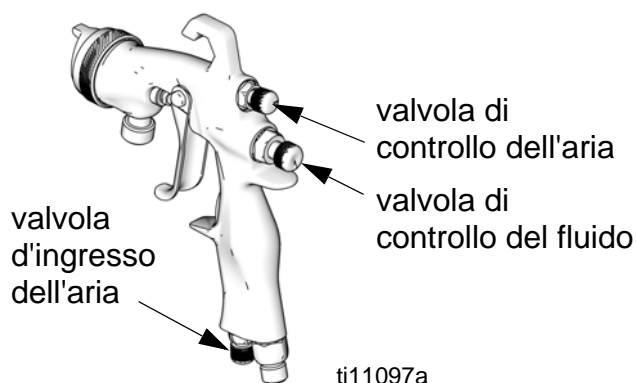

FIG. 3
2. Per ottenere un ventaglio pieno, aprire la valvola di controllo dell'aria ruotando completamente la manopola in senso antiorario. Vedere la FIG. 3.
3. Per creare un ventaglio circolare, chiudere il ventaglio aria ruotando completamente la valvola di controllo dell'aria in senso orario. Vedere la FIG. 3.